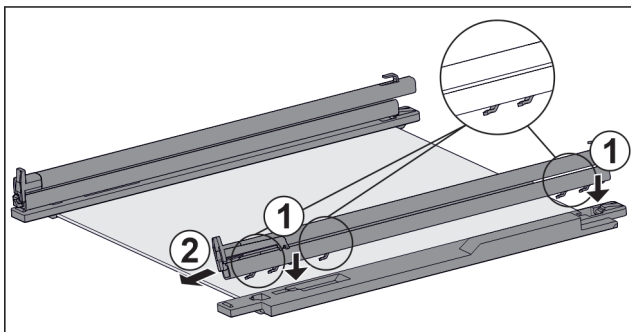

Fig. 227 Стекла́нная пластина с направляющими и крепежными элементами
- ▶ Поместите крючки направляющей в отверстия **левого** крепежного элемента. Fig. 227 (1)
- ▶ Потяните направляющую вперед. Fig. 227 (2)
- ▶ Поместите крючки направляющей в отверстия **правого** крепежного элемента. Fig. 227 (1)